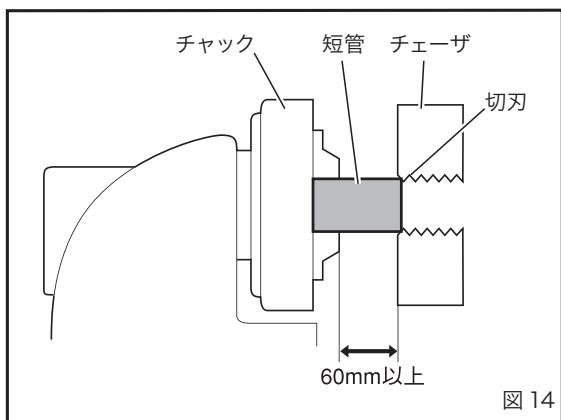

図 14
- ①後部スクロールおよびチャックをパイプ径より大きく開き、パイプを後部スクロール側から差し込んでください。(短管の場合はチャック側から差し込みます。)
- ②後部スクロールを締めてから、右手でパイプを支え左手で締付ホイールを回してチャックを軽く締め、パイプにチップをよくそわせてから強くパイプを締め付けます。(反動をつけて締付ホイールを回す)
- ③パイプの取外しは、反動をつけて締付ホイールを逆方向に回せばチャックが緩みます。次にスクロールを緩めてパイプを取り外してください。
■短管ねじ切りのパイプのつかみ方 (図 14)